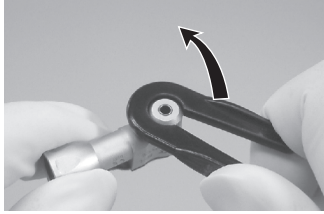

Fig. 4
- ③ Anahtarı kafaya takın ve saatin ters yönünde kafa çıkana kadar çevirin.(Fig.4)